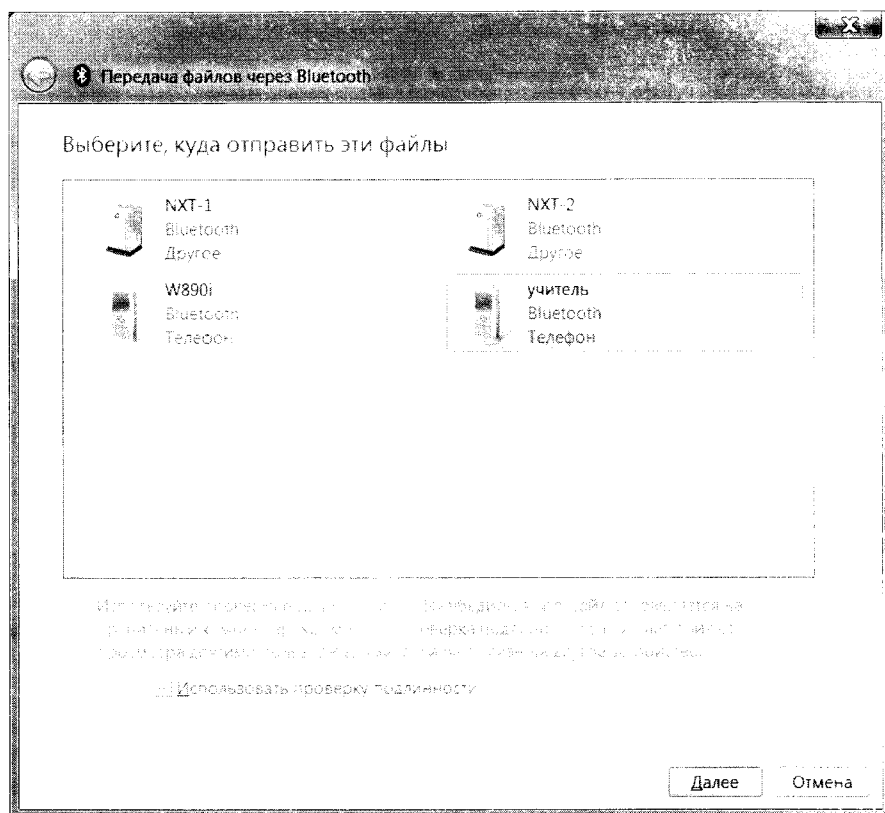

Рис. 251. Окно передачи файлов через Bluetooth
5. Выберите ваш телефон и нажмите кнопку Далее (рис. 251).